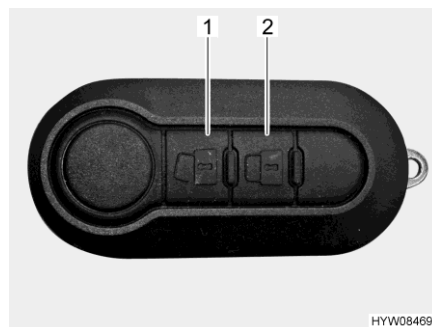

Bild 35 Fjärrstyrning (centrallås)
- Tryck en gång kort på knapp  (Bild 35, 1). Dörrlåsen är upplåsta. Låsknappen skjuts ut automatiskt.
- Tryck en gång kort på knapp  (Bild 35,2). Dörrlåsen är låsta. Om alla lås har låsts, aktiveras det ett meddelande via körriktningsvisaren på fordonet.